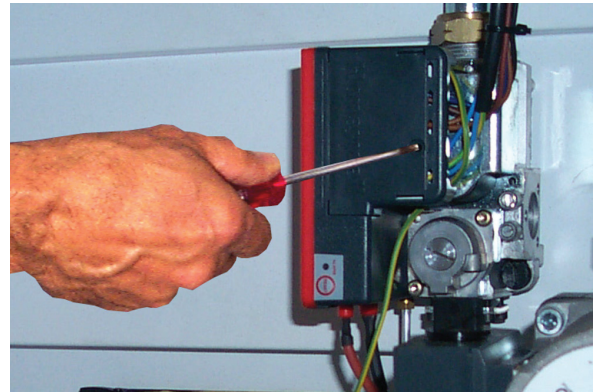

fig. 7
2. Togliere la centralina elettronica di comando della valvola gas (fig. 7);